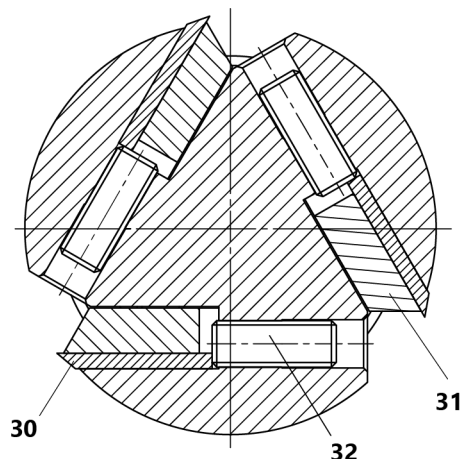
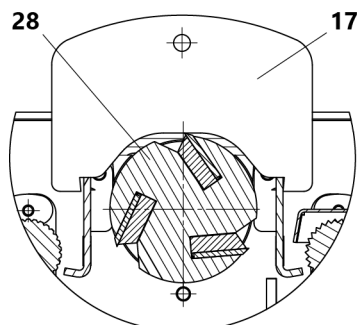

Рис. 11 Регулировочное устройство
Рис. 12 Схема регулирования ножей
- закручиванием/выкручиванием винтов 32 (рис. 11) шестигранным ключом $s=3$ мм отрегулировать ножи 30 так, чтобы острие ножа касалось нижней части установленного шаблона 17 (рис. 12);
После окончательной затяжки винтов необходимо проверить правильность установки ножа с помощью шаблона (рис. 12), если необходимо, регулировку ножа повторить.
Для предотвращения выкручивания регулировочных винтов 32 (рис. 11), перед установкой нанести на них несколько капель герметика резьбового невысыхающего Loctite 222 или аналогичного.